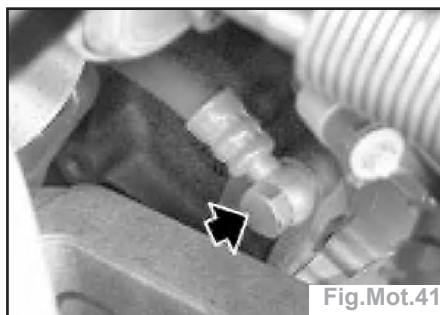

Fig.Mot.41
- Détacher la vis creuse (Fig.Mot.41).